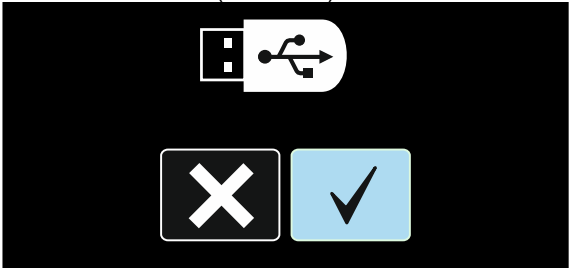

Figura 53.
- Utilice el Control de Ajuste [11] para seleccionar el icono Check Mark. Ver Figura 53.